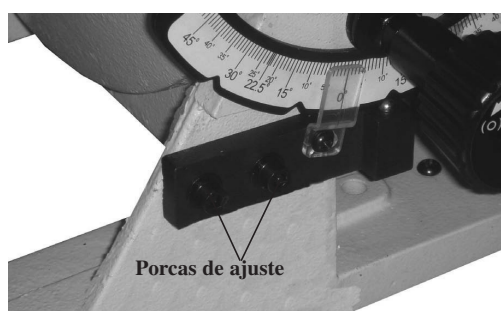

Fig. 03
2. Se forem necessários ajustes, mova a mesa para que esta fique a 90 graus do disco e solte usando as porcas de ajuste (fig. 03) na barra de encosto e deslize para a esquerda ou direita para o ajuste adequado. Após o ajuste, aperte as duas porcas de ajuste na barra de encosto.